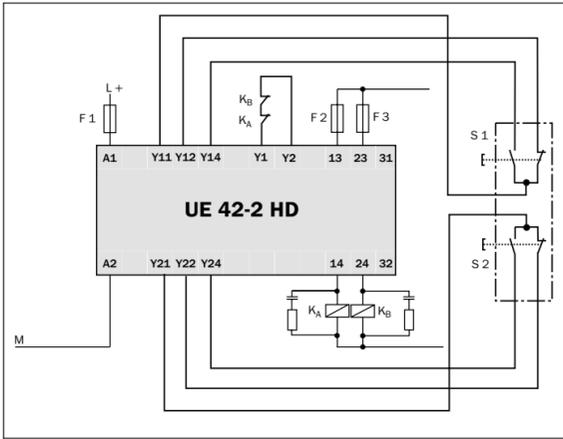

Fig. 2 : Commande bimanuelle, circuit de sortie 2 voies et contrôle des contacteurs commandés (cf. *Caractéristiques techniques*)
- Pour prévenir le collage par soudure électrique des contacts du relais, prévoir le montage d'une protection (de classe gG) contre les surintensités de sécurité, courant maxi 6 A en série avec chaque contact de commande (cf. *fig. 2*, fusibles F2 / F3).